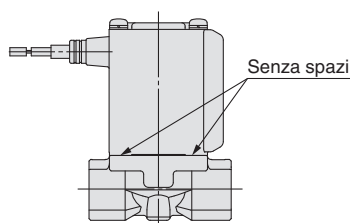
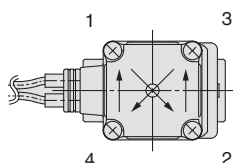

Fig.1
Fig.2
- Premere l'assieme bobina contro il corpo e serrare le viti applicando due o più giri diagonalmente (Fig. 2) in modo che non ci siano spazi liberi tra l'assieme bobina e il corpo (Fig. 1). Serrare le viti nell'ordine "1→2→3→4→1→2→3→4".
- \* Dopo il serraggio delle viti, verificare che non vi siano spazi tra la bobina e corpo (Fig. 1).